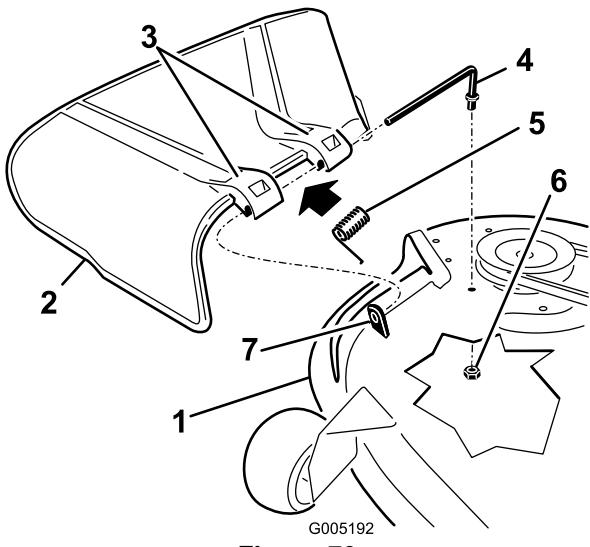

Figura 70
1. Remova a porta (3/8 pol.) da barra debaixo do cortador (Figura 70).
2. Faça deslizar a barra para fora da parte saliente curta, da mola e do deflector de relva (Figura 70).
4. Substitua o deflector de relva (Figura 70).
7. Faça a barra deslizar pelo segundo suporte do deflector de relva (Figura 70).
9. Fixe a extremidade traseira da barra ao cortador com uma porca (3/8 pol.), como se mostra em Figura 70.